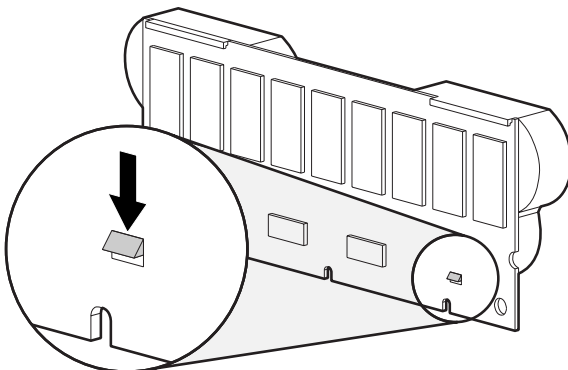

Abbildung 4: Untere Raste des Akkus
1. Drücken Sie auf die untere Raste des Akkus in der Nähe der unteren Ecke des Moduls. Siehe Abbildung 4.